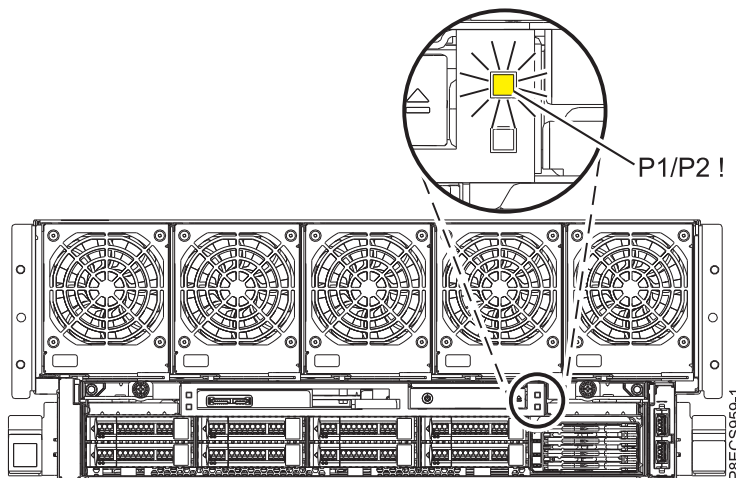

Figura 7. LED indicador d'error **P1/P2 !** frontal al sistema 8408-44E o 8408-E8E.
6. Fixeu-vos en l'estat del LED indicador d'error **P1/P2 !**, que es troba a la part frontal del sistema 8408-44E o 8408-E8E tal com es mostra a la Figura 7.